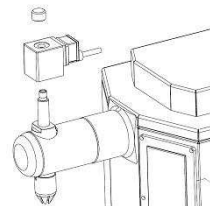

Abb. 15
- (Sofern vorhanden) Schrauben Sie die Rändelmutter des Magnetventils ab, nehmen Sie die Magnetspule nach oben ab und lassen Sie diese am Kabel herabhängen. (Abb. 15)